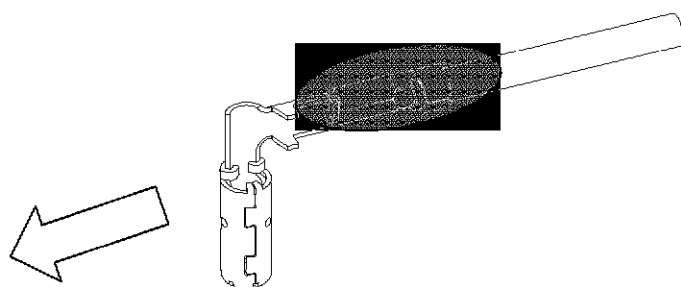

Fig. 11
- d) 束を分離する際には、端子同士ががらみ変形するのを防ぐため、必ずFig. 11に示す部分をつかみ、端子が絡まない様に注意して、一本一本分離作業を行って下さい。